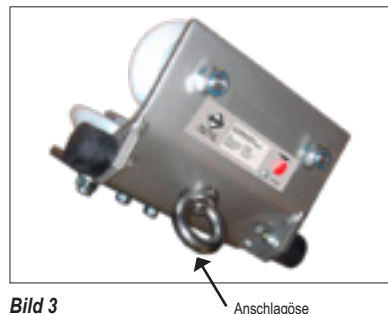

Bild 3
10. An der Anschlagöse (Bild 3) nur Bestandteile von Persönlichen Absturzschutzsystemen nach EN 360 Höhensicherungsgeräte, oder EN 360/EN 341 Höhensicherungsgeräte mit Freilauf oder EN 354/EN 355 Verbindungsmittel mit Falldämpferelement oder EN 353-2 mitlaufende Auffanggeräte einschließlich beweglicher Führung, mittels Verbindungselement (z.B. Karabinerhaken) nach EN 362 anschlagen. Dabei auf richtigen Sitz des Karabiners achten. Die Gebrauchsanleitungen der entsprechenden persönlichen Schutzausrüstungen sind zusätzlich zu beachten. Hierbei insbesondere die erforderliche lichte Höhe unterhalb der Füße des Benutzers des eingesetzten Systems.
1. Der IKAR Laufwagen (Bild 3) wird vormontiert geliefert und ist auf die Größe der Spur der Führungsschiene voreingestellt.